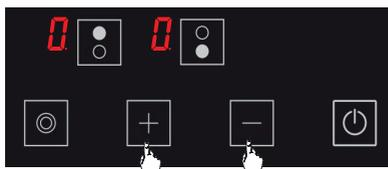

Abbildung 12
2. Bringen Sie mit den **+** und **-** Tasten die Temperatur an allen Kochstellen auf **0**. (siehe Abb. 12) Die Kochstelle wird nach 20 Sekunden von selbst ausgeschaltet.